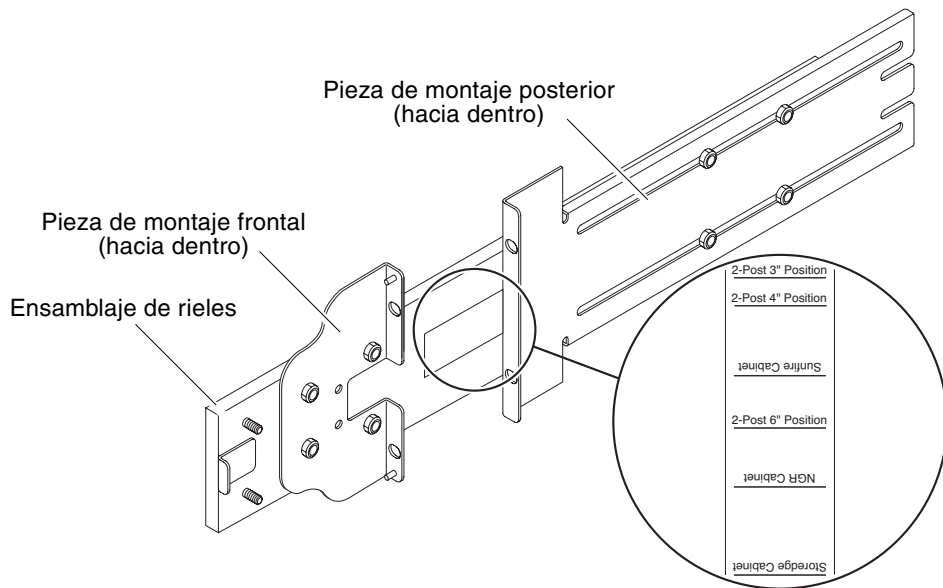

FIGURA 1-3 Ensamblaje de rieles (modificado para instalaciones de dos soportes)
Para instalaciones de dos soportes, puede desmontar y volver a montar los ensamblajes de rieles (FIGURA 1-3). Los ensamblajes de rieles pueden regularse para adaptarlos a un bastidor de dos soportes y 19 pulgadas que tenga una profundidad de 75 a 150 mm.
3. Gire la pieza de montaje frontal 180 grados y vuelva a fijarla hacia dentro (FIGURA 1-3).
5. Gire la pieza de montaje posterior 180 grados para que quede hacia dentro (FIGURA 1-3).